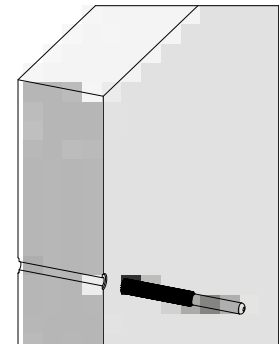

Abb. 79.2
1. Ankerloch reinigen. Es muss frei von Verschmutzungen und Fett sein und eine glatte Oberfläche aufweisen (Abb. 79.2).